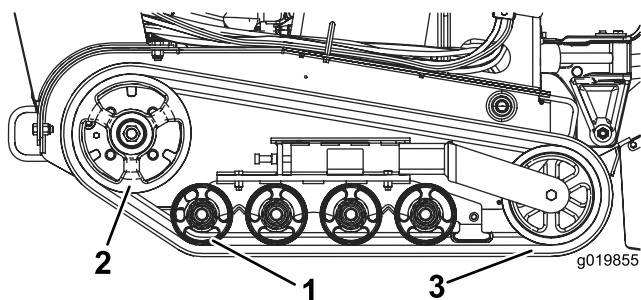

Figura 46
Importante: Certifique-se de que limpa bem as rodas de estrada e a roda motora de transmissão (Figura 46). As rodas de estrada devem rodar livremente quando limpas.
8. Começando na roda motora de transmissão, enrole a nova lagarta em torno da roda motora, assegurando que as porcas da lagarta se encaixam nos espaçadores da roda motora (**Figura 46**).
9. Empurre a lagarta para debaixo e para o meio das rodas de estrada traseira e central (**Figura 46**).